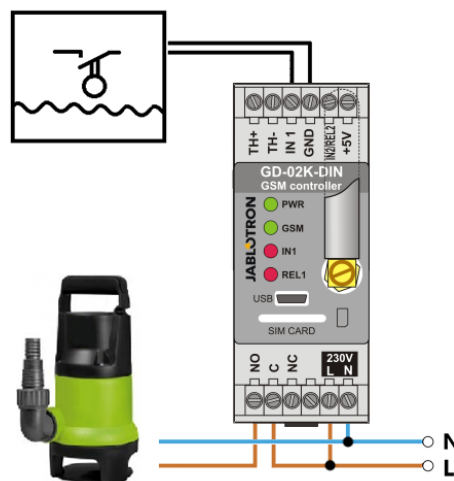

Figura 3: Monitoraggio del livello massimo dell'acqua in un serbatoio, compreso drenaggio automatico mediante una pompa.
- Questo schema mostra la connessione di un sensore di livello agli ingressi IN1 e GND. L'uscita potenza REL1 commuta i 230 V per poter alimentare la pompa (vedi Figura 3).